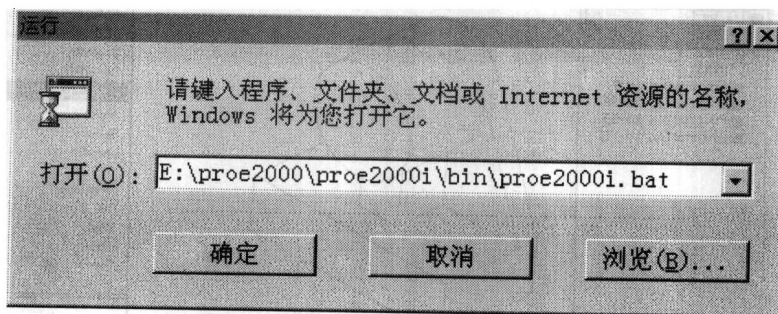

图 1-2 “运行”对话框的设置
(1) 双击桌面上启动 Pro/ENGINEER2000i 的快捷方式图标。
(2) 利用 Windows 操作系统的快捷方式启动。方法是在 Windows 桌面左下方依次选取:“开始 | 程序 | Pro/ENGINEER | Proe2000i”。此方法实际上和方法(1)雷同。
(3) 利用 Windows 操作系统的“运行”对话框启动。从桌面左下方 Windows 依次选取“开始 | 运行”两个选项,选取之后系统将会显示“运行”对话框,用户可利用对话框右下方的“浏览”按钮搜寻 Pro/ENGINEER 的系统执行文件,或直接输入其路径与文件名称,最后单击“确定”按钮即可完成运行。图 1-2 为“运行”对话框的设置。